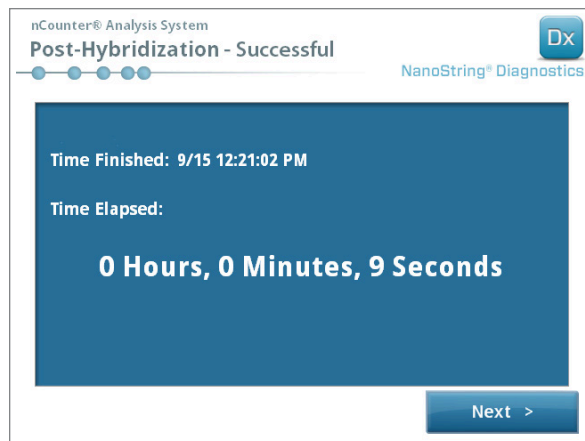

FIGURA 5.28: schermata di elaborazione completata dal sistema
17. Una volta completata l'elaborazione del campione, viene visualizzata una schermata blu e inizia un conteggio a partire dal momento in cui il ciclo è stato completato (FIGURA 5.28). Toccare **Next** (Avanti).